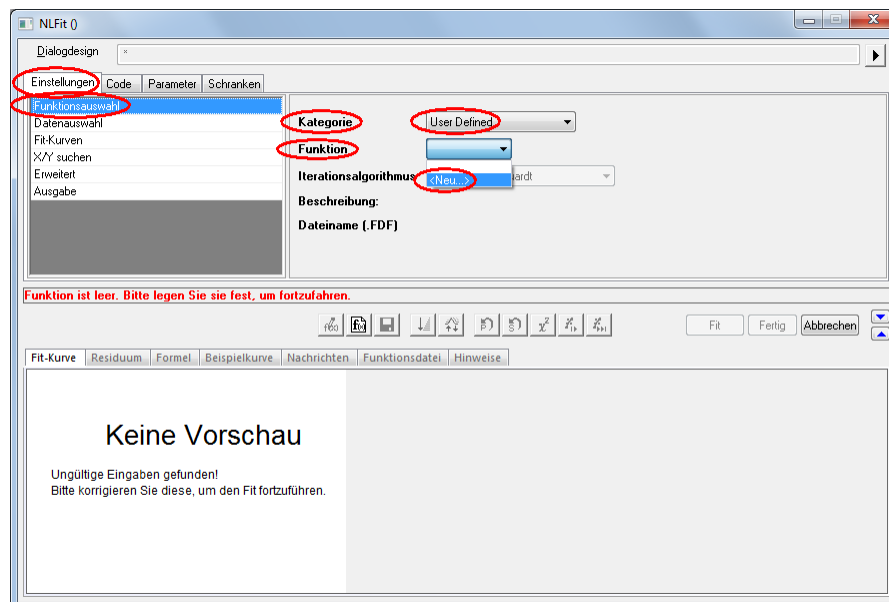

Fig. 3:
- In the Fitdialogfenster (Builder) under ► **Einstellungen** ► **Funktionsauswahl** ► **Kategorie** ► **User Defined**, then select ► **Funktion** ► **<Neu...>** (Fig. 3).